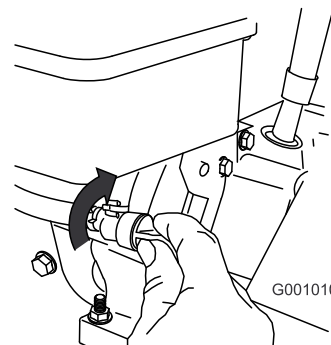

Рисунок 31
3. Закройте отсечной топливный кран, повернув его по часовой стрелке (Рисунок 31).